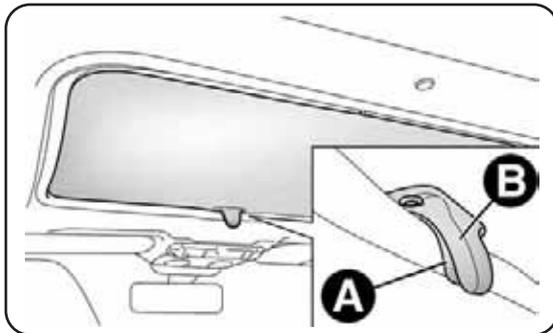

fig. 54
*Abertura da cortina:* pressione o botão A-fig. 54 para desprender a cortina e, em seguida, segure o puxador B e faça-a deslizar para a parte posterior.